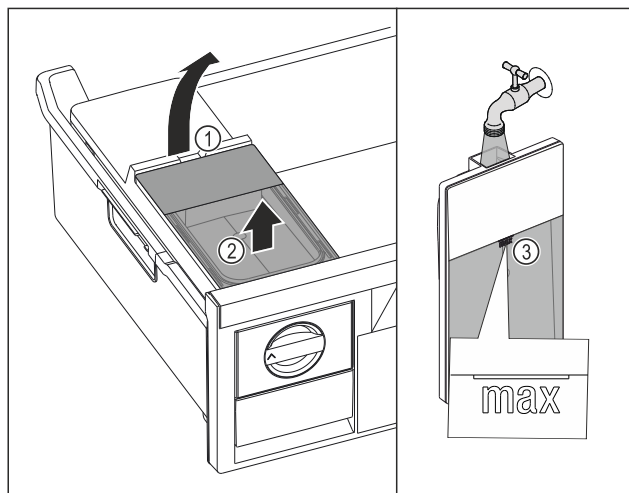

Fig. 79
- Wassertank an der Aussparung Fig. 79 (1) anheben.
- Wassertank nach oben entnehmen. Fig. 79 (2)
- Wassertank bis zur Markierung Fig. 79 (3) mit Trinkwasser befüllen.